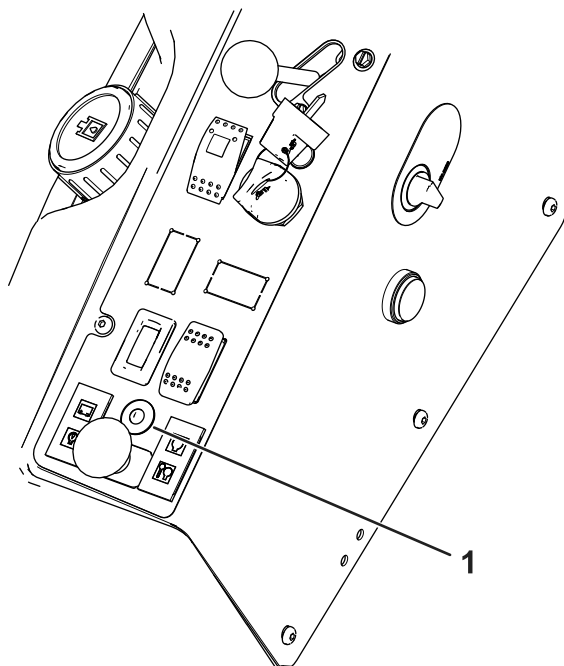

図 11
- i. センサーのキャリブレーション中は LED ライト (図 11) が点滅する。
ランプと音で斜面の傾きの程度を表します 図 11